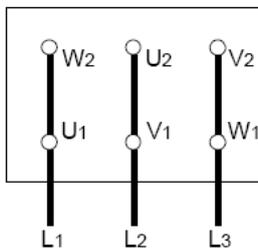

Fig. 13a. Conexión - Δ
- La conexión a la red eléctrica depende de la potencia nominal del motor, de la fuente de alimentación y del tipo de conexión. La conexión necesaria de los puentes en la caja de bornas se muestra en lo siguiente (tabla 3 y fig. 13a, 13b, 13c).